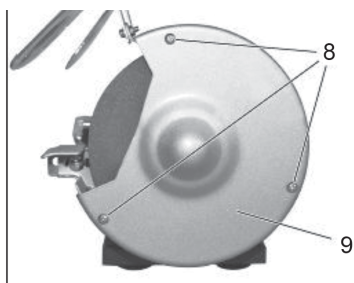

Рис. 4
- Отверните три винта 8 (рис. 4) и снимите внешнюю крышку 9 (рис. 4) защитного кожуха.